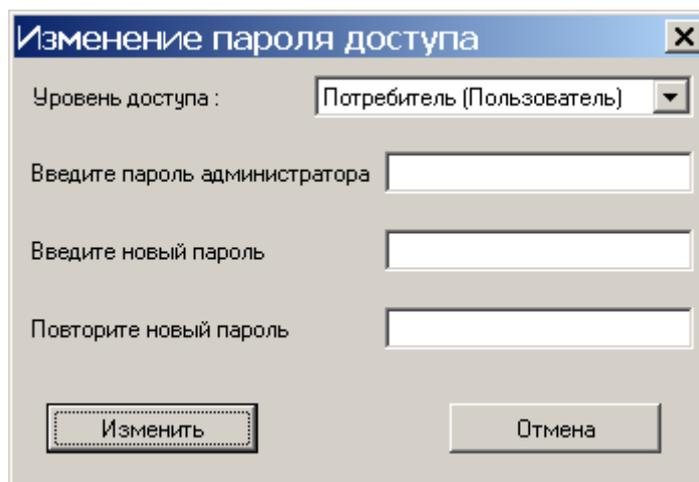

Рисунок 3.23
3.3.4.13 Изменение пароля доступа к счетчику осуществляется в окне *Изменение пароля доступа* (рисунок 3.23), которое открывается при нажатии на панели *Параметры счетчика* кнопки *Изменить пароль*.